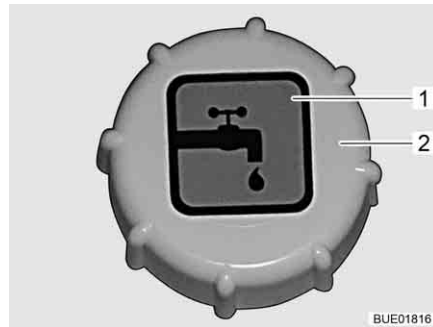

Bild 219 Verschlussdeckel für Trinkwasser-Einfüllstutzen
Der Trinkwasser-Einfüllstutzen ist mit dem Symbol "☰" (Bild 219,1) gekennzeichnet.
- Verschlussdeckel (Bild 219,2) entgegen dem Uhrzeigersinn drehen und abnehmen.